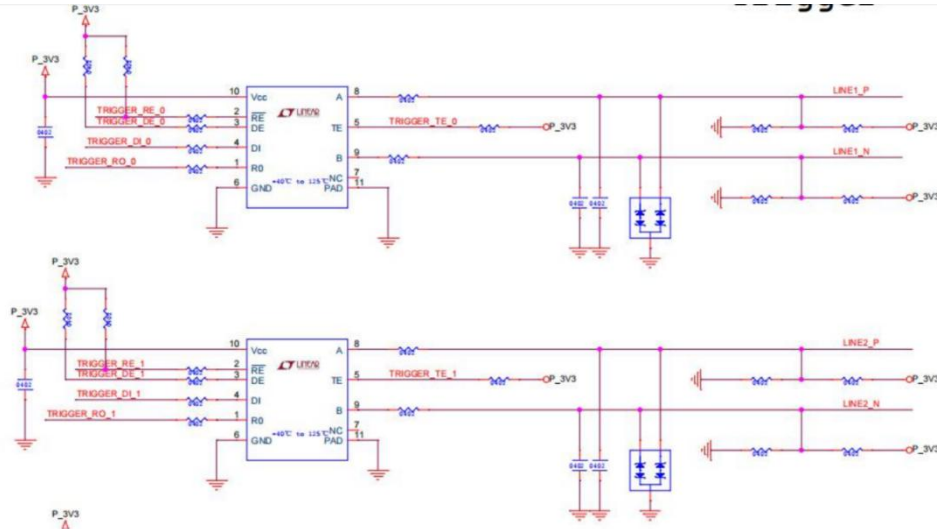

图 3-14 触发输入电路
3) 图 3-14 同为触发输入电路，且支持触发输出，输入信号可以为单端 TTL 或差分 RS485 信号等，若单端作为触发输入接入在 LINEN_P。